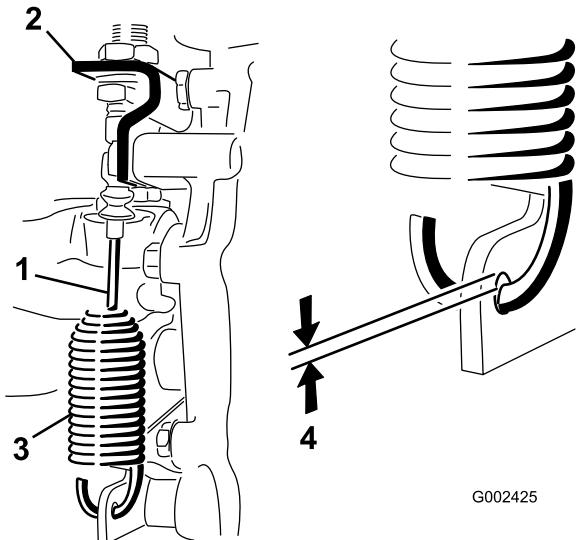

Bild 57
1. Nehmen Sie die Lastösenbolzen ab, mit denen das Kabel (schneller/langsamer Gang) am Getriebe befestigt ist (Bild 57).
2. Lösen Sie die Klemmmuttern, mit denen das Differenzialsperrenkabel an der Halterung am Getriebe befestigt ist (Bild 57).